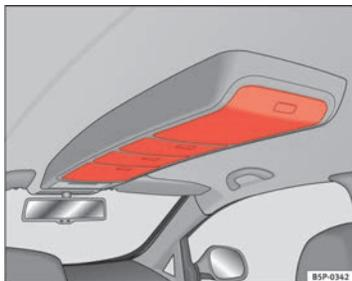

Fig. 105 Porta-objectos no tejadilho
- Para abrir estes compartimentos, pressione o botão da tampa ⇒ Fig. 105. A tampa abre-se automaticamente.